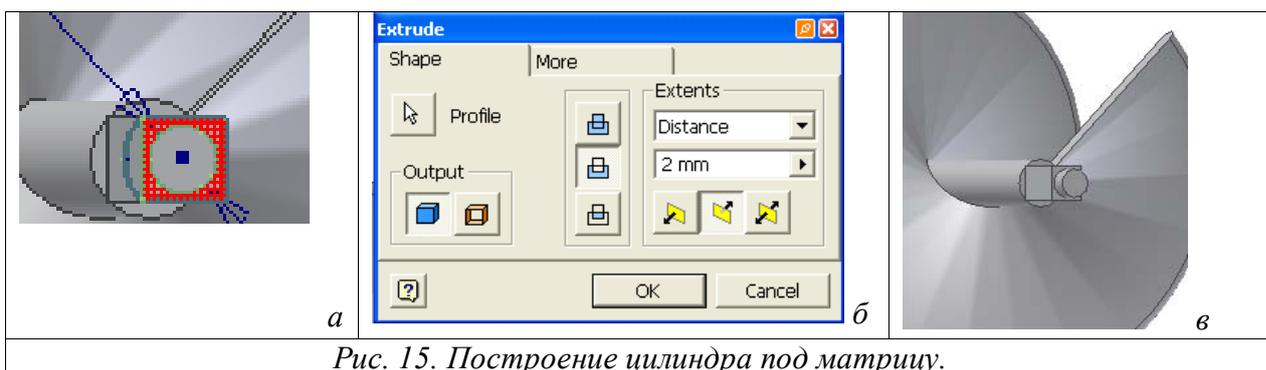

Рис. 15. Построение цилиндра под матрицу.
7. Выберите команду **Extrude** , а затем укажите профиль, который предполагается выдавить. В нашем случае таковым является область ограниченная построенной ранее окружностью и четырехугольником (рис. 15 а).
8. В диалоговом окне **Extrude** (рис. 15 б), в поле **Extents**, укажите величину выдавливания равную 2 мм.
10. Торец шнека должен выглядеть, как показано на рис. 15 в.